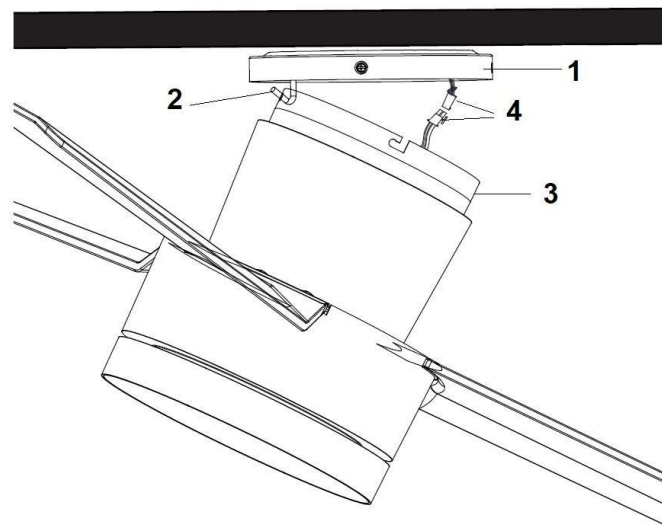

Abb. 5
- Heben Sie den Deckenbaldachin des Ventilators an die Montagehalterung (1) und führen Sie den J-förmigen Haken (2) der Montagehalterung durch das Loch des Baldachins (3) und hängen Sie die Ventilatorbaugruppe an. Abb. 5
- Stecken Sie den Stecker in die Buchse (4). Abb. 5